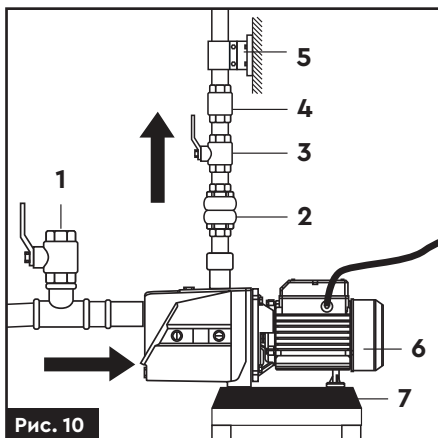

Рис. 10
4. Для полегшення проведення робіт по технічному обслуговуванню насоса, рекомендується на напірному трубопроводі встановити кульовий кран (3) (рис. 10), а також зворотний клапан (4) (рис. 10) між краном і напірним патрубком насоса.
5. При стаціонарному використанні насоса, рекомендується закріпити його на опорній поверхні з використанням гумових прокладок (7) (рис. 10) або інших антивібраційних матеріалів.
6. Для зниження вібраційного шуму, з'єднання з жорсткими трубопроводами треба здійснювати за допомогою компенсаторів (2) (рис. 10) або гнучких труб.